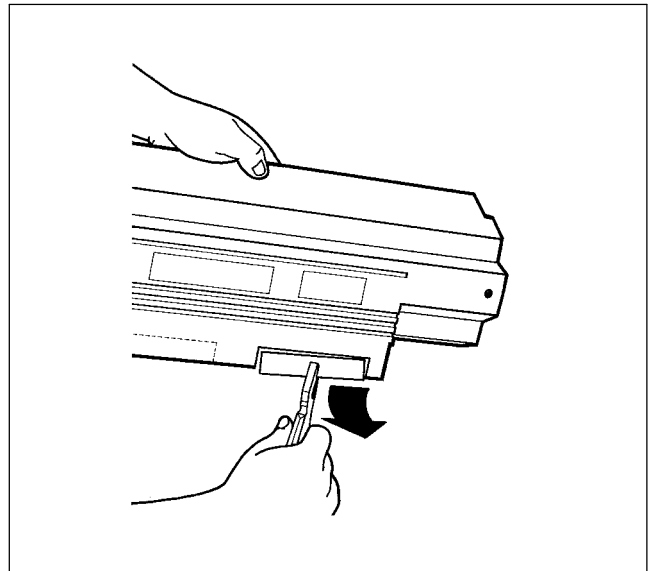

Abb. 50
- Ausbrechteile in der Rückwand des Kabeldurchganges herausbrechen (Abb. 50).